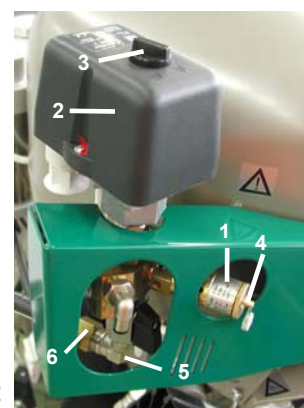

Fig.12
- Mettre le compresseur en marche par l'interrupteur de pression (2) en tournant celui-ci à la position „I“ (Fig.12).
(Fig.12)
Au cas où le compresseur ne sera pas utilisé pendant une période plus longue, il est recommandé de vidanger le liquide condensé du réservoir de pression et mettre le compresseur en fonctionnement pour une durée d'environ 10 minutes avec la vanne de purge (1) ouverte – (Fig. 13). Ensuite arrêter le compresseur par le rupteur (3) sur l'interrupteur de pression (Fig. 12), fermer la soupape de vidange du condensé et débrancher l'installation du réseau.